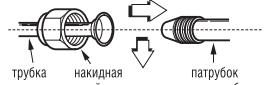

Рис. 17
- Установите разバルцованые трубы соосно со штуцером (рис. 17).